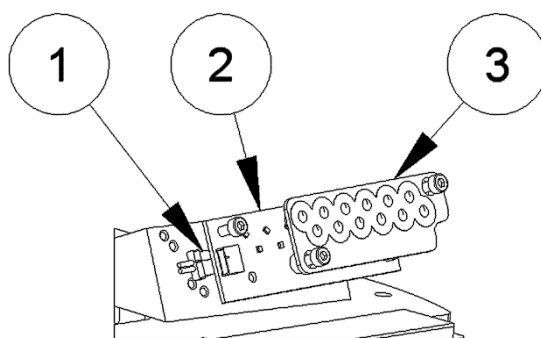

Figura 21 – Sustitución del módulo LED
- desconecte el conector de alimentación del módulo LED (Figura 21 - n.º 1);
- retire el módulo LED (Figura 21 - n.º 2) y el conjunto de lentes correspondiente (Figura 21 - n.º 3) de la placa de montaje;
- vuelva a conectar el conector de alimentación (Figura 21 - n.º 1) al módulo LED.